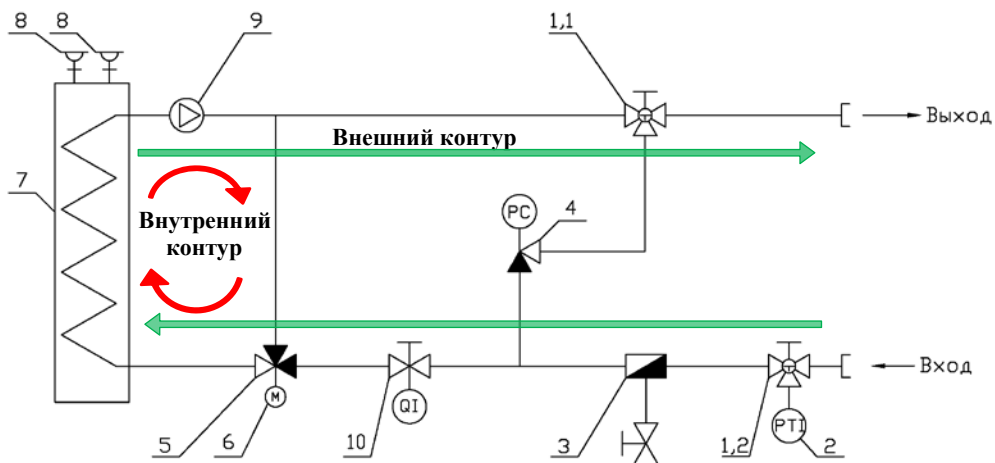

Рис. 3
- подключить установку к системе отопления трубами (сгонами) G3/4" с применением уплотнительных средств в соответствии со схемой (Рис. 3). Стрелками указано место подключения канала входа и выхода теплоносителя.
2. Установить краны поз.1,1 и поз.1,2 (Рис. 3) в положение смешивания (положение возможно контролировать по пазам на валу шара под ручкой).
- постоянное свечение индикатора зеленого цвета – подводящая магистраль полностью открыта (теплоноситель из магистрали идет через теплообменник – внешний контур, см. Рис. 3);
- постоянное свечение индикатора красного цвета – весь теплоноситель циркулирует по внутреннему контуру, см. Рис. 3;
В некоторых случаях в процессе эксплуатации может возникнуть необходимость промыть и очистить фильтр сетчатый со сливным краном (Поз. 17 Рис. 1, Поз. 3 Рис. 3).